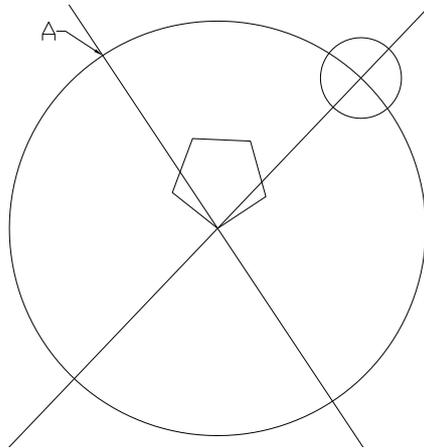

Рис.16.2
Получается изображение (Рис.16.2):
9. Полученную окружность, активизируя команду **MOVE** , перенести в точку **A** (Рис.16.2).